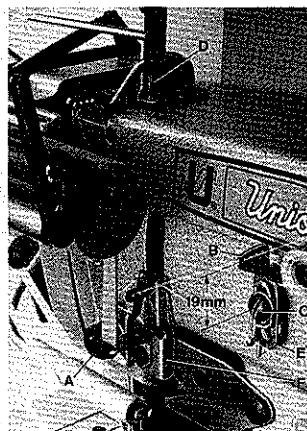

Fig.49
Set the tension for the needle threads to produce uniform stitches on the undersurface of the fabric. The tension applied to the looper thread should be very slight and just sufficient to steady the thread. The tension applied to the spreader thread on pre-tension (A, Fig.49) on bed above the needle holder should be half as strong as the tension applied right on the thread tension assembly.
Set the needle thread frame eyelet (B, Fig.49) 19 mm (3/4 in.) above the center of mounting screw (C). Lower it for more needle thread, raise it for less needle thread in the stitch.
Stellen Sie die Greiferfadenspannung gerade so stark ein, daß der Faden ganz leicht gespannt ist und gleichmäßig abläuft. Die Spannung für den Legfaden soll an der Vorspannung (A, Fig.49) am Gehäuse oberhalb des Nadelhalters etwa halb so groß sein wie die Spannung rechts an der Fadenspannung.
Stellen Sie die Nadelführung am Gehäuse (B, Fig.49) 19 mm hoch zur Mitte der Befestigungsschraube (C) ein. Tieferstellen ergibt mehr, höherstellen weniger Nadelfaden in der Naht. Stellen Sie den Nadelfadenabzugsbügel (D) für den rechten Nadelfaden so tief wie möglich. Höherstellen des Bügels vergrößert die rechte Nadelfadenschlinge.
Set the height of spreader thread pull-off eyelet (F, Fig.49) to have pulled-off just sufficient thread for an exact stitch formation. Raise the pull-off eyelet for a looser spreader thread and lower it for a tighter spreader thread. Set spreader thread frame eyelet (F, Fig.49) so that the spreader thread forms a horizontal straight line between eyelet (E) and pull-off eyelet (F).
Stellen Sie die Legfaden-Abzugsführung (F, Fig.49) in der Höhe so ein, daß gerade soviel Faden abgezogen wird, wie zur Bildung einer exakten Naht benötigt wird. Höherstellen der Abzugsführung ergibt einen loseren und tieferstellen einen straffer angezogenen Legfaden.
Montieren Sie die Legfadenführung (E, Fig.49) am Gehäuse so, daß der Legfaden zwischen Führung (E) und Legfaden-Abzugsführung (F) eine waagerechte, gerade Linie bildet.